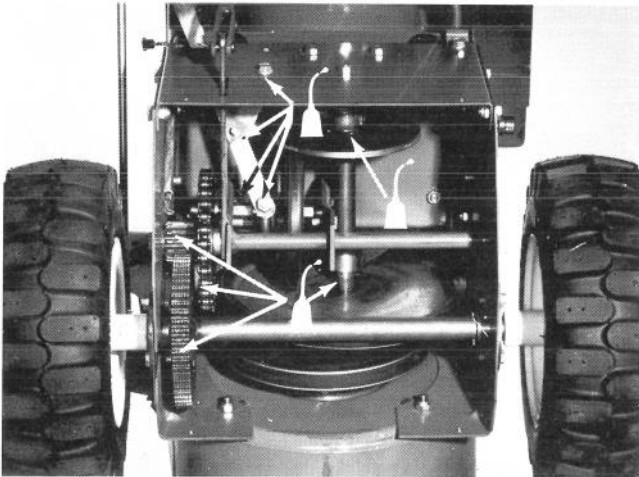

Abb. 30
5. Antriebsketten, Kettenradlager, Nylonring, Sechskantwelle und alle Lagerstellen mit SAE 10W40 Öl leicht schmieren (Abb. 30).